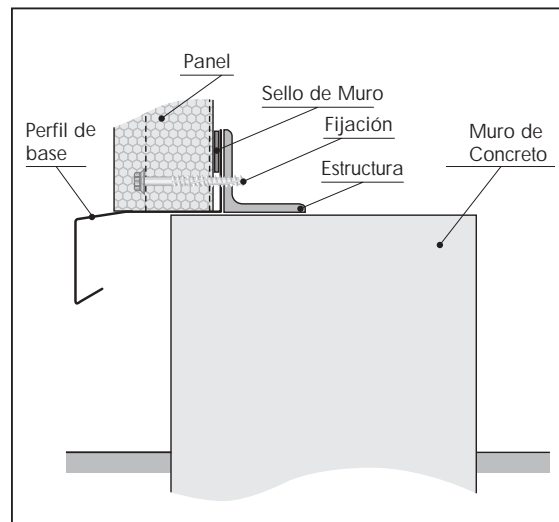

Fig. 6
- 4.3.6** Es recomendable interponer entre el perfil de base y los paneles un sello para evitar infiltraciones de aire. (Fig. 6)